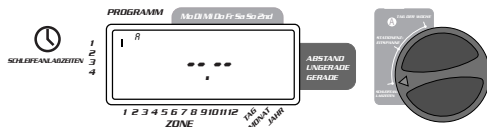

ABBILDUNG 5: LCD Anzeige mit Startzeit
- Alle Startzeiten werden für beide Programme auf die gleiche Art eingestellt. Die Wählscheibe auf die **STARTZEITEN-EINSTELLUNG** - Position im gewünschten Programm drehen. Die Anzeige zeigt ein A oder B, je wie es gewählt wurde. Die Anzeige zeigt --:-- und einen blinkenden Cursor an der **START 1** Position. [Siehe Abbildung 5]